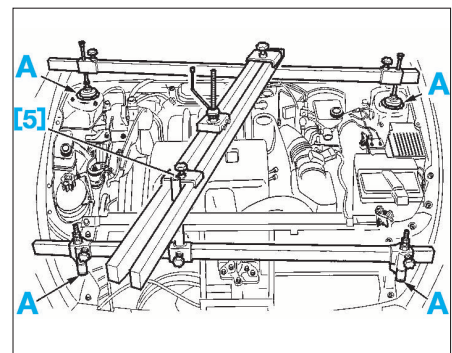
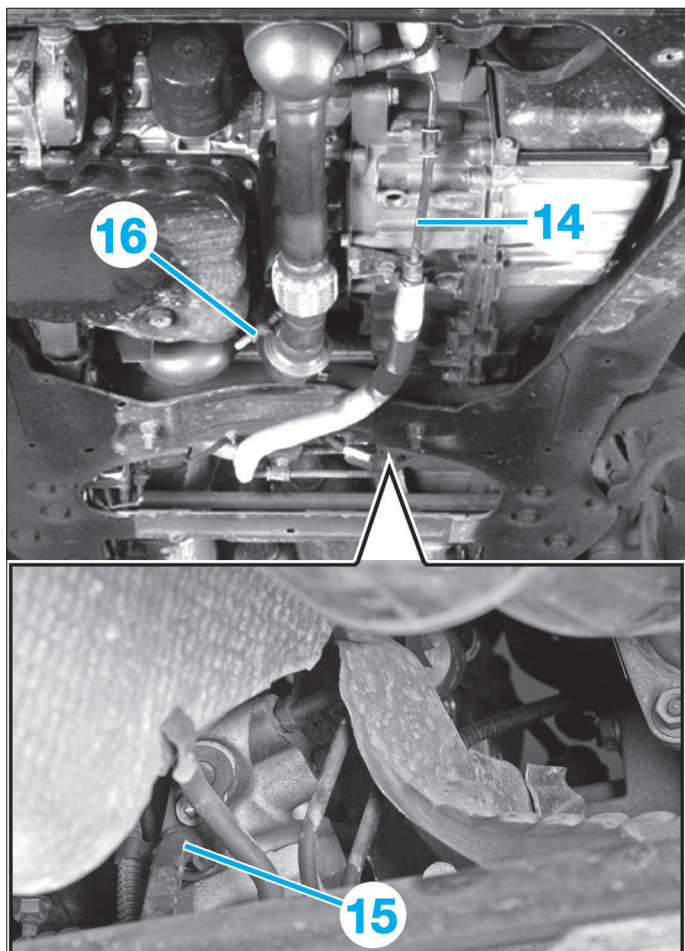

FIG. 10
FIG. 9
(1). Bouchon de vidange - (2) Bouchon de remplissage.
- Vidanger le circuit de direction assistée. Débrancher le tuyau (14) de direction assistée de la valve (15) (Fig.9).
- Obtenir à l'aide de bouchon adapter les raccords sur le tuyau (14) et la valve (15).
- Débrider le tuyau (14) de direction assistée et le laisser pendre.
- Déposer le collier (16) de la ligne d'échappement afin d'éviter de détruire le flexible qui ne supporte pas les contraintes de torsion, traction ni flexion provoquées par la dépose de l'un des supports du groupe motopropulseur.
- Mettre en place la traverse [5] et ses supports, positionnés aux emplacements (A) (Fig.10).